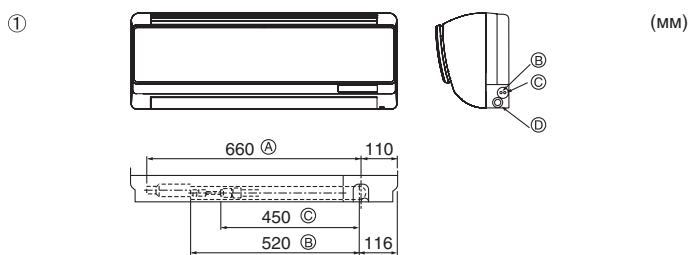

Fig. 4-2
- ① Расположение труб хладагента и дренажных труб (Fig. 4-2)